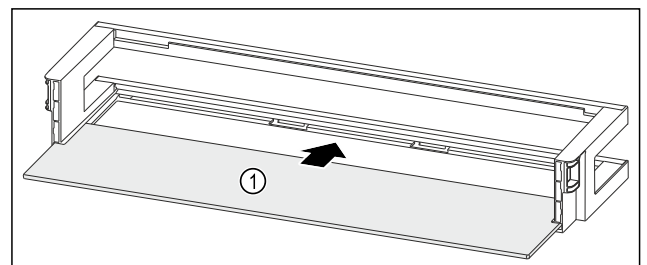

Fig. 99 Türabsteller mit Abstellfläche
- ▶ Abstellfläche Fig. 99 (1) in die seitlichen Einsparungen einschieben.